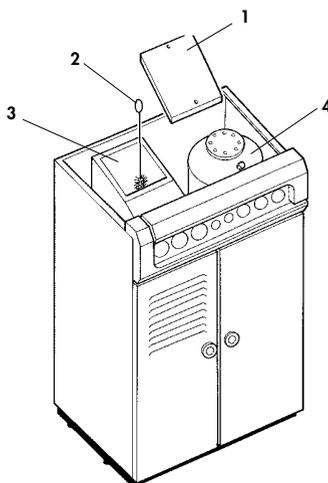

Fig. 12
Controllare periodicamente (una volta ogni uno o due anni, a seconda del tipo di acqua a disposizione) il grado di usura dell'anodo di magnesio (fig. 12 pos. 4). Qualora risultasse eccessivamente consumato, provvedere alla sua sostituzione.